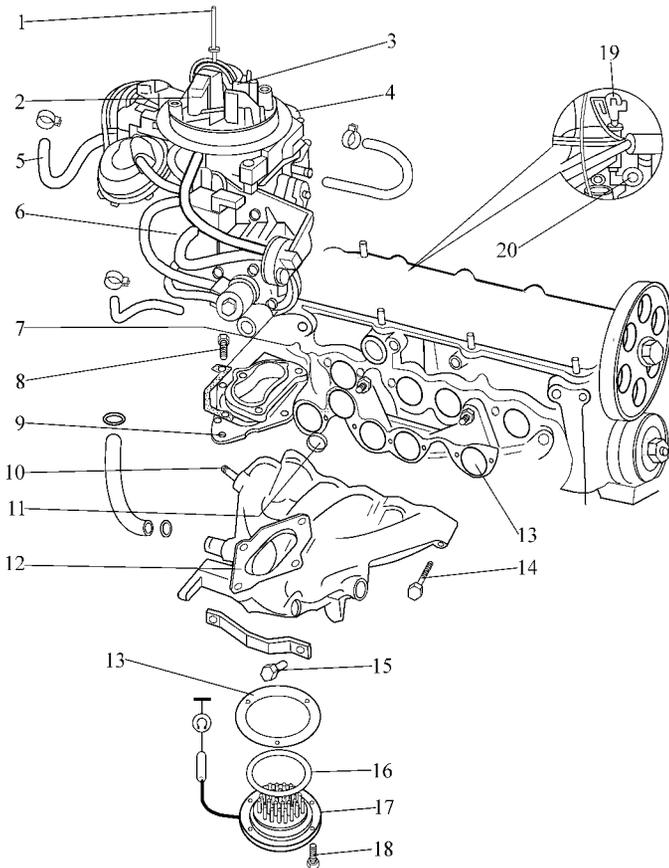

图 5-51 化油器与发动机的连接
(1) 2E2 化油器的拆卸 2E2 化油器与发动机的装配位置关系如图 5-51 所示。